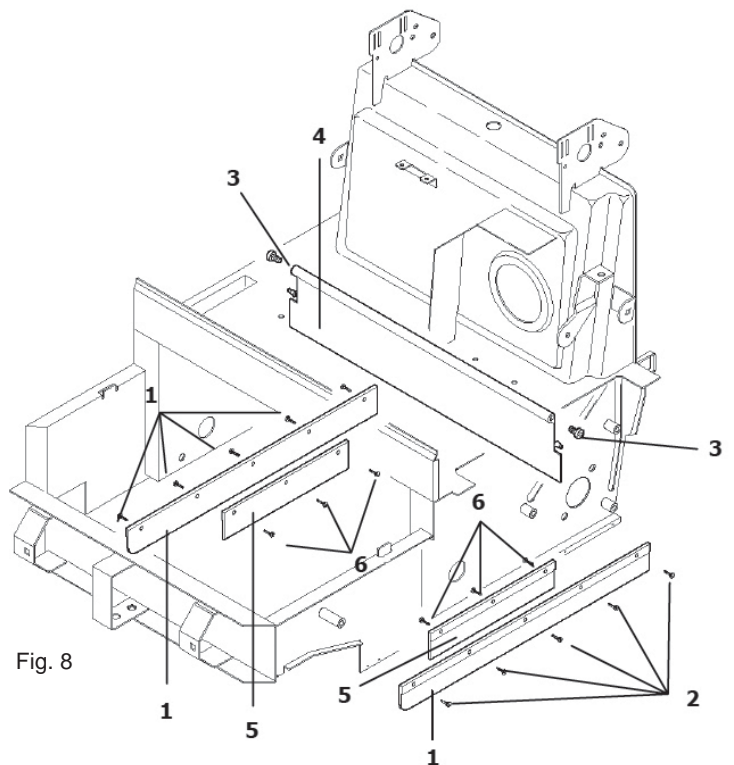

Fig. 8
Para substituir os flaps laterais (pos. 1 Fig. 8) retire as rodas traseiras. Desaperte os parafusos de fixação dos flaps ao chassis (pos. 2 Fig. 8) e substitua-os pelos novos.
Para substituir os flaps laterais internos (pos. 5 Fig. 8) levante a parte dianteira da máquina e desaperte os parafusos (pos. 6 Fig. 8) de fixação dos flaps ao chassis. Substitua-os pelos novos.
- Desaperte os dois pernos de fixação do flap (pos. 3 Fig. 8) situados nas partes laterais do chassis.
- Pegue no flap e puxe-o (pos. 4 Fig. 8) para fora da máquina.